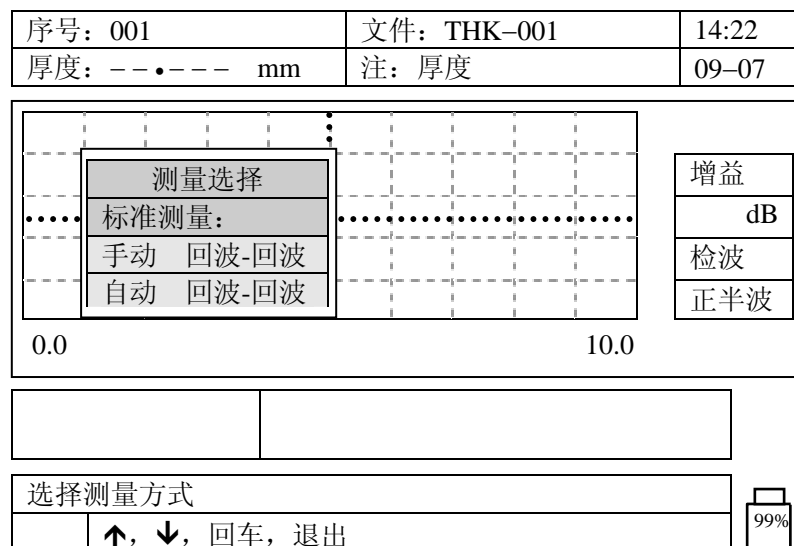

图 15 选择测量方式
- 在测量模式下按一下 **2NDF** 键，再按 **↕**，显示如图 15：